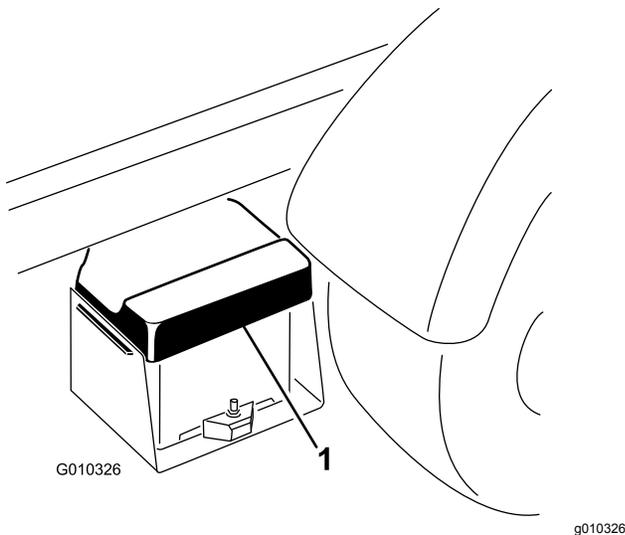

Figura 59
1. Aperte a tampa da bateria para soltar as patilhas da base da bateria e remova a tampa da base da bateria (Figura 59).